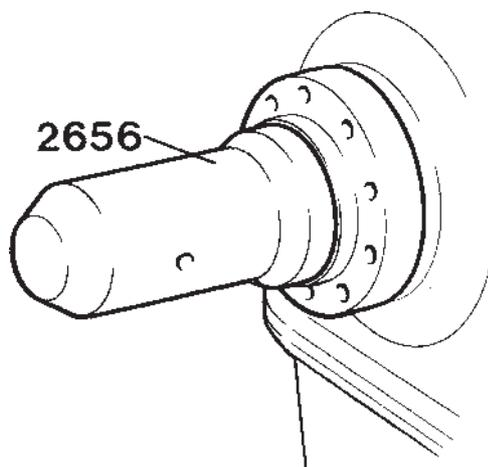

Fig. 80. Montage du moyeu « polygone »
10. Chauffer le moyeu « polygone » à environ 100°C. Enfoncer le moyeu en frappant rapidement sur l'axe à l'aide du mandrin 2656, figure 80.